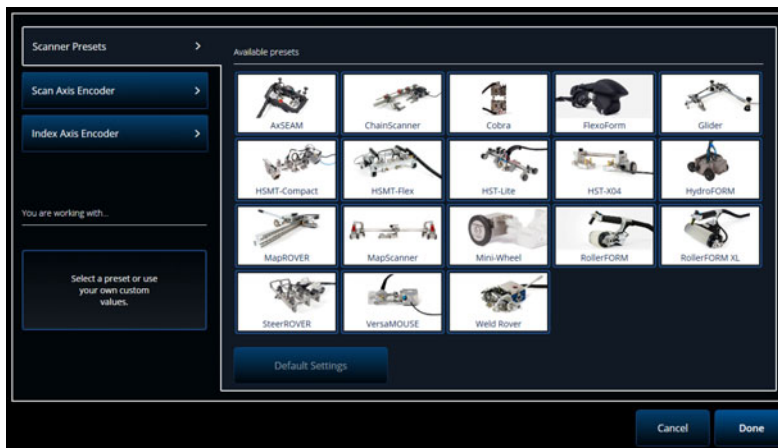

図 5-1 スキャナーのプリセット選択リスト
2. ■■■ Scan (スキャン) > Inspection (探傷) > Encoders (エンコーダー) を選択してエンコーダー設定画面にアクセスし、仕様に合わせてエンコーダーパラメータを設定します (206 ページの図 5-1)。プリセットスキャナーを使用するか、このメニューから軸のパラメータを編集できます。